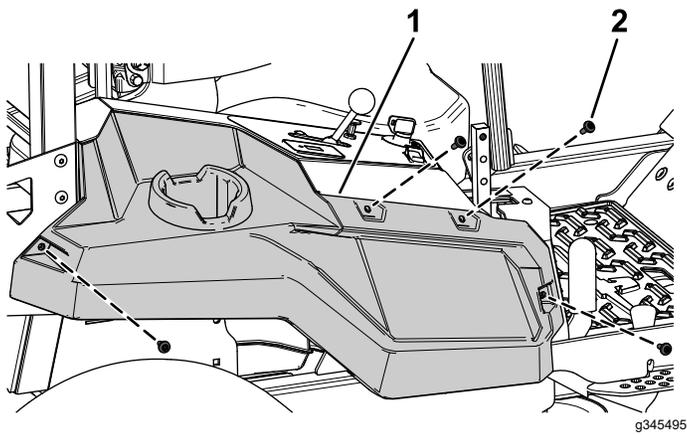

Figure 16
4. Enlevez les 4 vis à épaulement qui fixent le carénage droit (Figure 16).
5. Déposez le carénage droit (Figure 16).